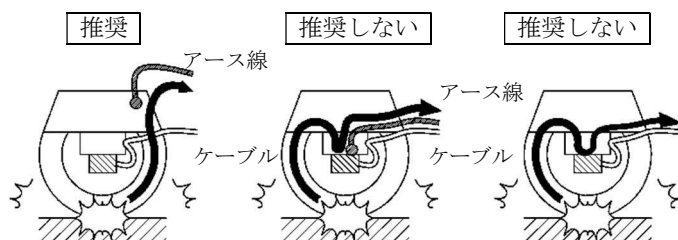

図3 使用上の推奨事項
- ① 印加電圧10Vでのご使用を推奨します。弊社製衝突試験計測システム(以下、DISシリーズ)には、印加電圧10Vを選択できる機種があります。これらの測定器に接続して計測される場合には、印加電圧10Vを使用することで、外乱ノイズに対する有効な手段となります。ただし、印加電圧10Vでご使用になる際は、下記の事項に注意が必要です。
- ② 歩行者頭部保護性能試験において、衝突時に頭部インパクタの表皮部と骨格部との間で発生した電荷によりノイズが発生し、出力が影響を受けることがあります。これを防ぐために、頭部インパクタ骨格部(金属部)と測定器をアース接続してご使用ください(図3参照)。また、歩行者頭部保護性能試験以外でも、被測定物と測定器をアース接続して、ご使用いただくことを推奨します。